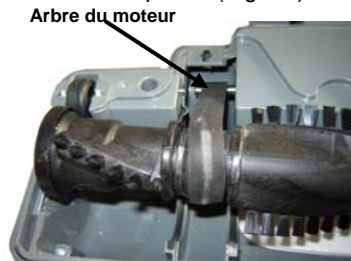

Fig. 32
6. Insérez la nouvelle courroie par-dessus l'arbre du moteur en premier et ensuite par-dessus la brosse. (Fig. 32)